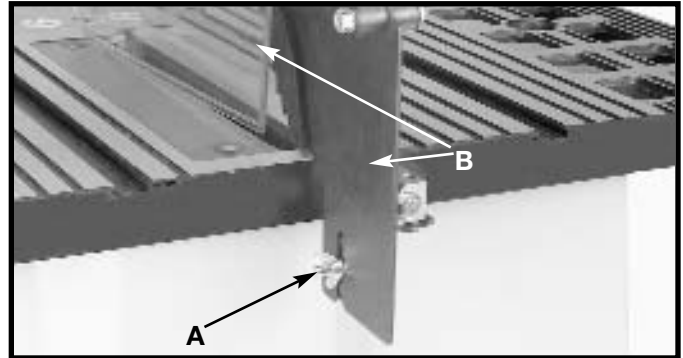

Fig. 44
Antes de ranurar, afloje la tuerca de mariposa (A), Fig. 44, y quite el conjunto de protector de la hoja y separador (B). Tenga a mano el conjunto para colocarlo de nuevo después de ranurar.